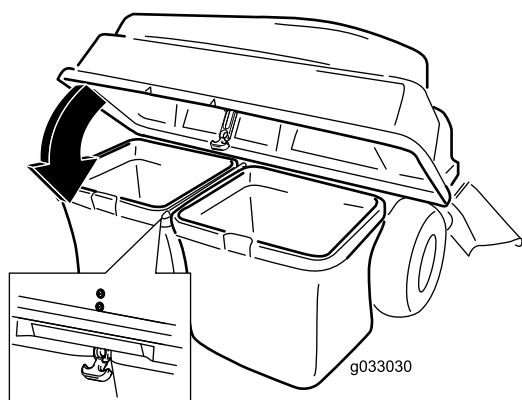

Figura 23
5. Coborâi partea superioară a sistemului de colectare pe saci (Figura 23).